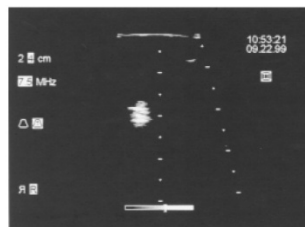

図 6
- ・ニードル先端が中央のドットマーカよりもしずれかの側に表示されれば、超音波プローブが正しく調整されていない（図 6）。弊社のサービス&リペア部宛に修理を依頼すること。